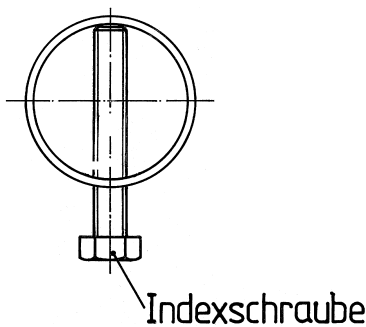
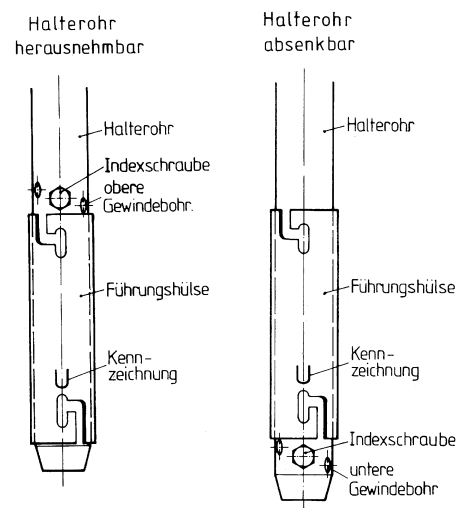

Abb. 8
Abb. 7
Einschiebbare Haltegriffe dienen bei ortsfesten Leitern oder bei Steigeisen dem sicheren Ein- bzw. Ausstieg. Je nach Montage der Indexschraube (siehe Abb. 7 und 8) verbleibt der Haltegriff in der Führungshülse oder kann herausgenommen werden, um ihn in die Führungshülse anderer Schächte einstecken zu können.
**2.2** Soll der Haltegriff aus der Führungshülse entnommen werden können, so muss die Indexschraube (Abb. 8) in eine der oberen Gewindebohrungen geschraubt werden. Sollte der Haltegriff in der Führungshülse verbleiben, um ihn absenken zu können, so muss die Indexschraube in eine der unteren Gewindebohrungen geschraubt werden (siehe Abb. 7). Der Haltegriff muss so gedreht werden, dass das Griffrohr in Benutzungsstellung Richtung Bauwerksrand zeigt. Die Indexschraube wird bis zur gegenüberliegenden Rohrwandung eingedreht und festgezogen (siehe Abb. 8).